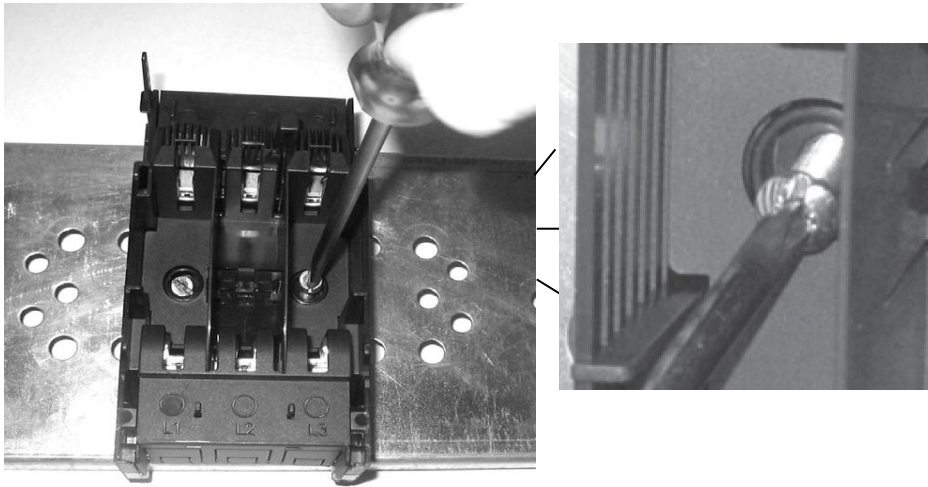

Рис. 6
- б) закріпити роз'єднувач на монтажній платі гвинтами М6 (Рис. 6)